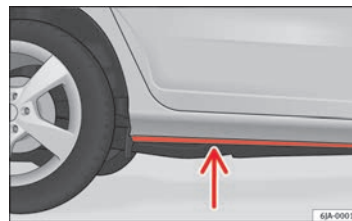

Abb. 114 Wasserdurchfahrten auf der Straße
- Stellen Sie vor einer Wasserdurchfahrt die Wassertiefe fest. Der Wasserstand darf maximal an den Steg des Unterholms reichen ⇒ Abb. 114.